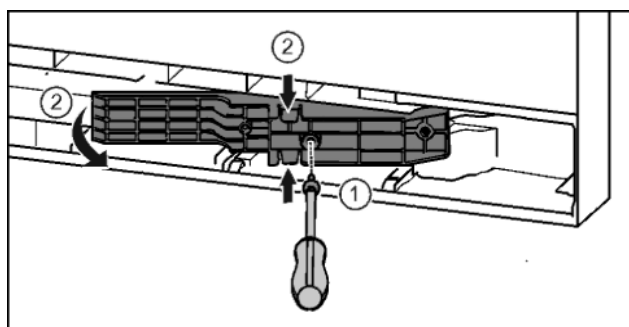

Fig. 21*
- ▶ Отпустить винты отверткой T15. Fig. 21 (1)*
- ▶ Извлечь деталь адаптера. Fig. 21 (2)*